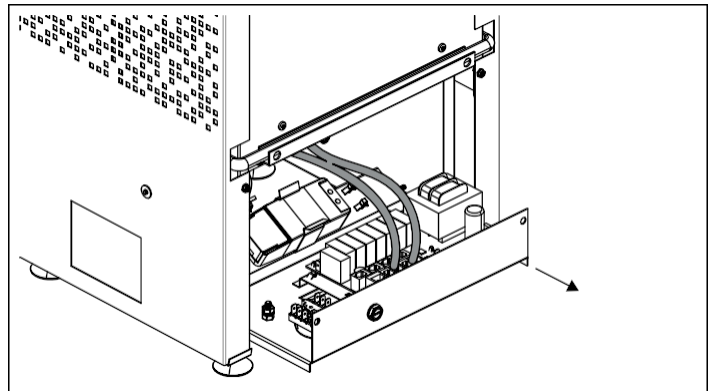
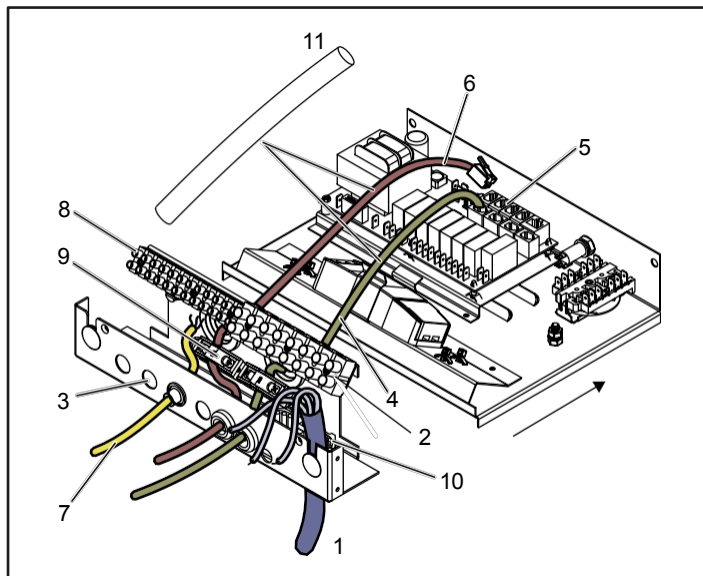
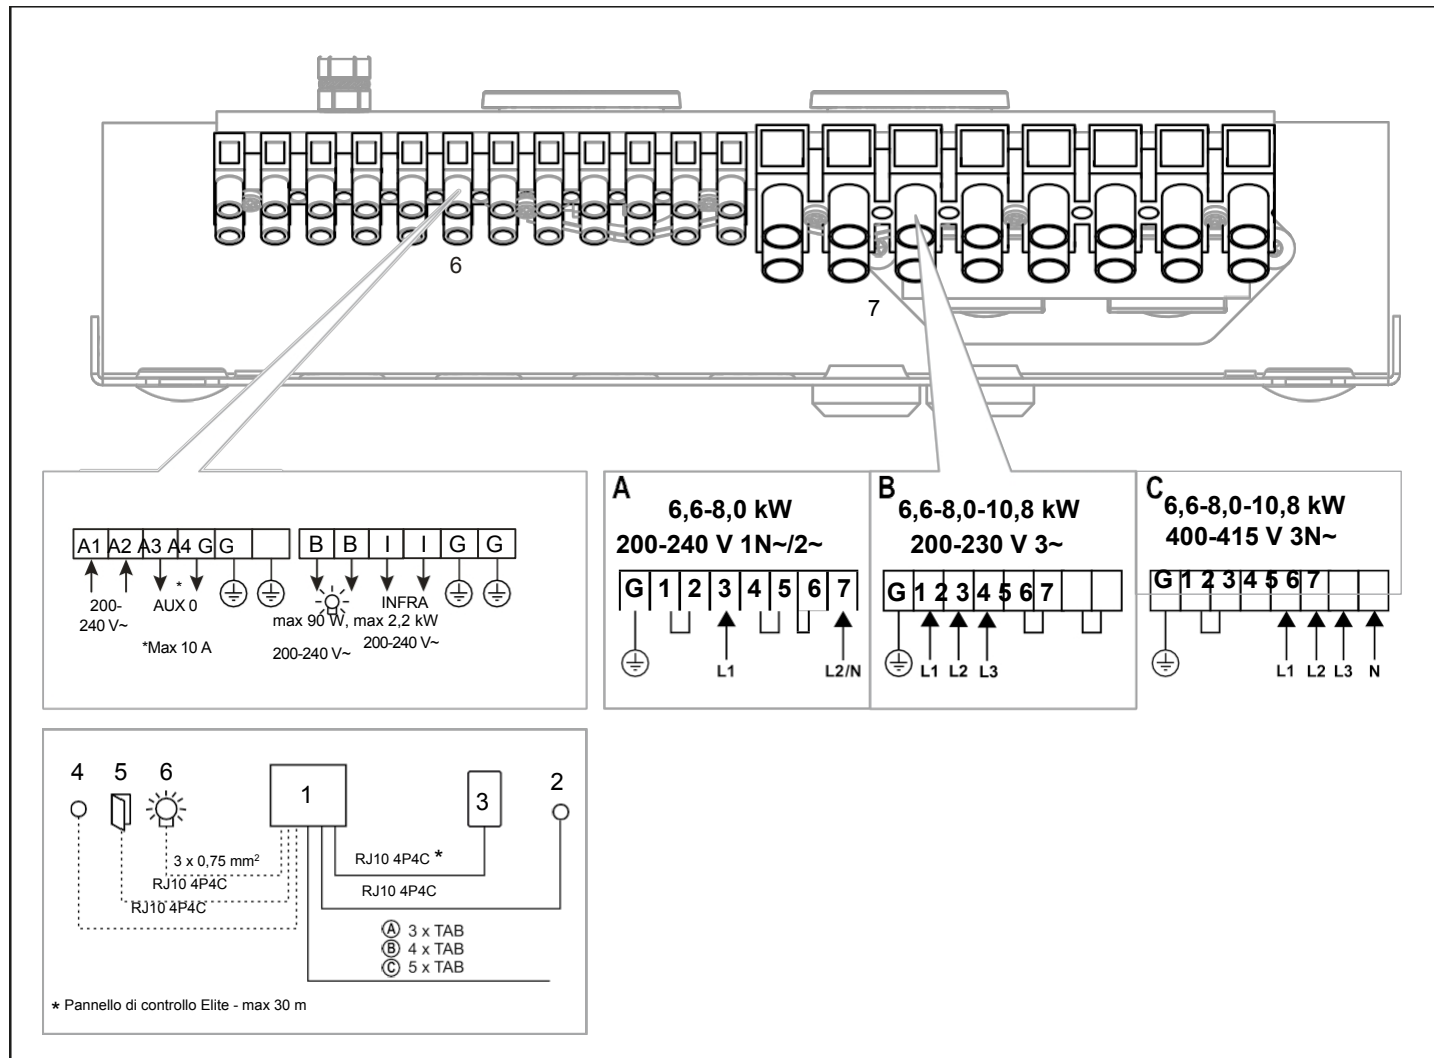
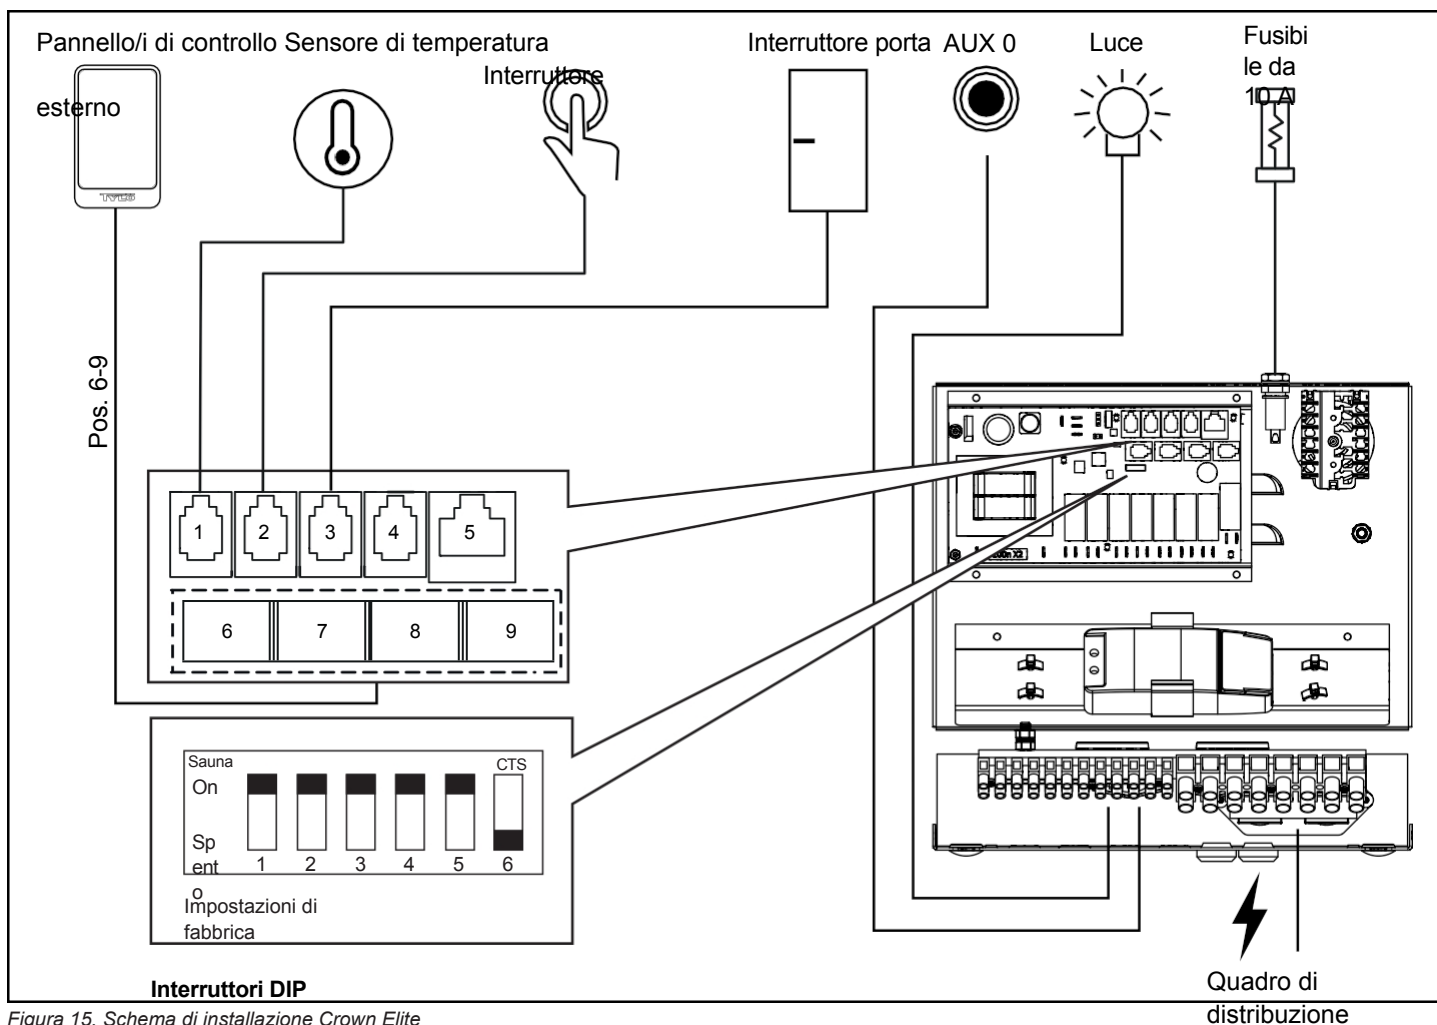

Fig. 9: Estrarre il cassetto per un accesso più agevole
Figura 10: Vano elettrico
Figura 14: Schema elettrico
Figura 15. Schema di installazione Crown Elite
3. Collegare il cavo di alimentazione (vedere la Figura 10) secondo lo schema elettrico (vedere la Figura 14).
4. Far passare i cavi del pannello di controllo e del sensore di temperatura attraverso gli occhielli passacavi (vedere la Figura 10). Collegare il cavo del pannello di controllo a uno dei quattro contatti RS485 (posizioni 6-9) (vedere la Figura 15).
5. Collegare il cavo del sensore al contatto NTC sulla scheda (posizione 1) (vedi Figura 15). Aprire il cassetto per tendere i cavi (vedi Fig. 9).
6. Collegare il cavo della luce (se presente), come illustrato nella Figura 10, seguendo lo schema elettrico riportato nella Figura 14.
Contattare il Servizio Clienti Tylö prima di effettuare il collegamento a tensioni o numeri di fasi non indicati nello schema elettrico (Figura 14).